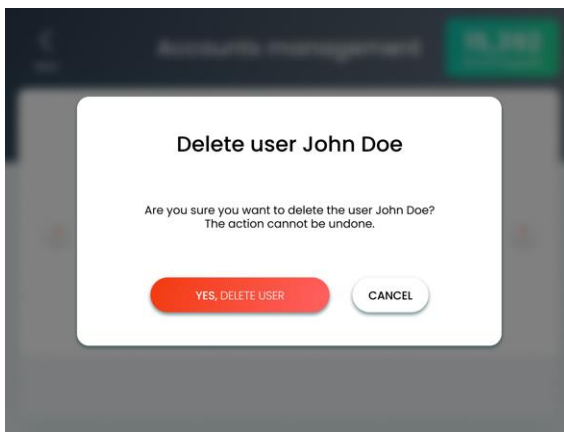

Figure 6-13. Écran Delete User (Suppression d'un utilisateur)
- Appuyez sur le bouton **Delete** (Supprimer) ; l'écran Delete User (Suppression d'un utilisateur) apparaît, comme illustré à la Figure 6-13.